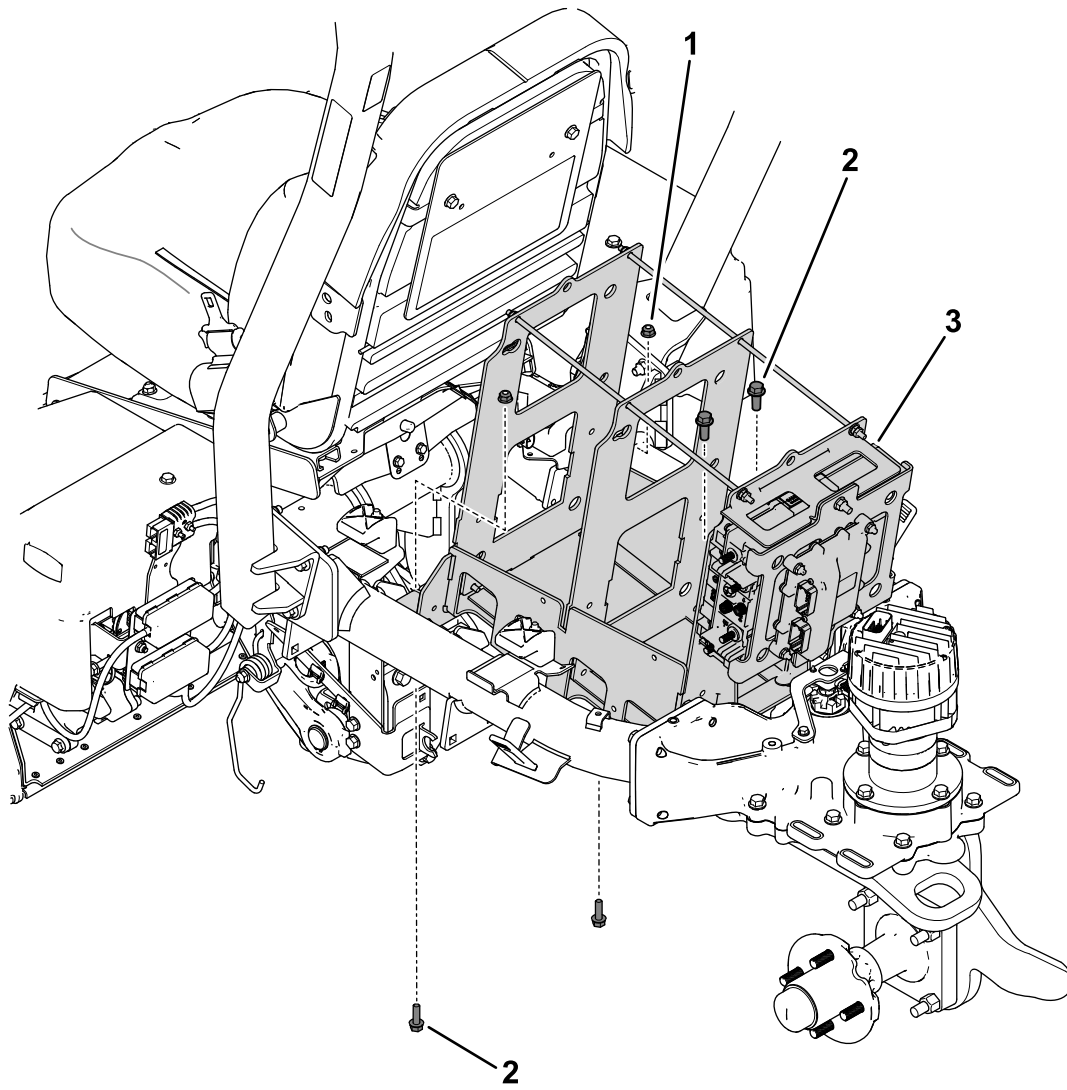

Figure 5
4. Retirez les fixations qui maintiennent le support de batteries supérieur sur le cadre de la machine (Figure 5).